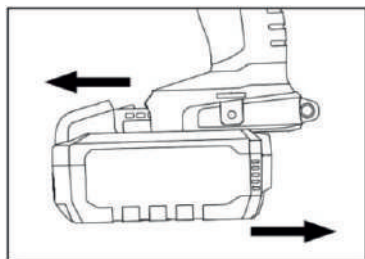

Рис. 2
1. Отсоедините аккумуляторную батарею от устройства (Рис.2).